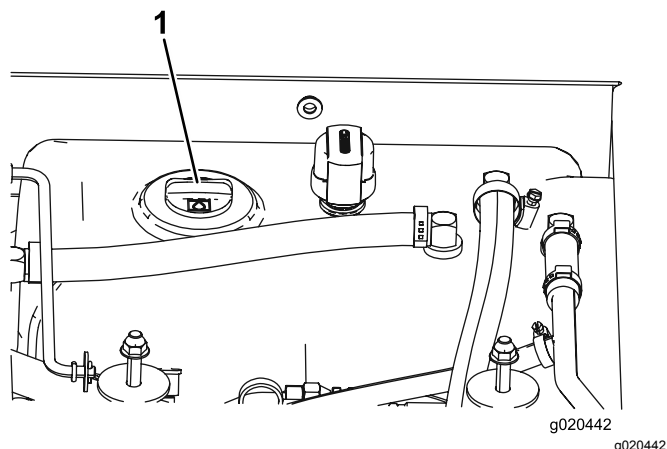

Figura 14
3. Pulite attorno al collo del bocchettone e del tappo del serbatoio idraulico (Figura 14). Togliete il tappo dal collo del bocchettone.